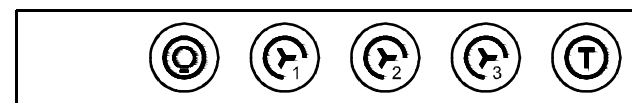

РИС. 10
7.2.4 Электронный переключатель ККВ-1 (рис. 10) имеет пять кнопок.